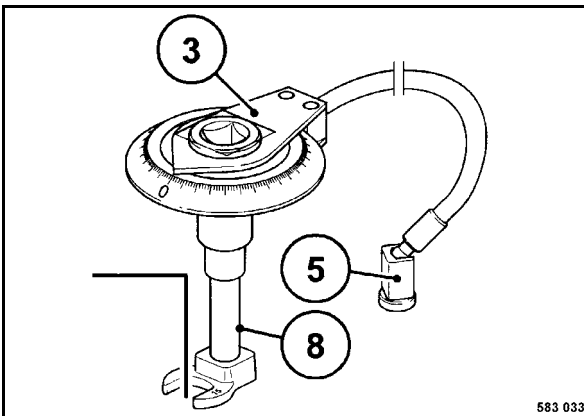
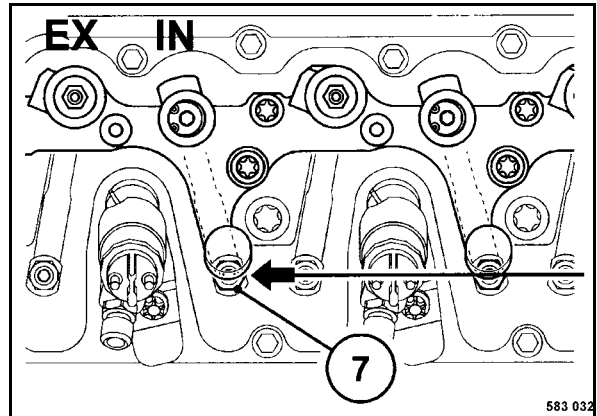

fig. 145
fig. 146
Placer le disque d'angle de serrage 3 (fig. 145) avec embout polygonal à tuyauter (8) sur la vis de réglage 7 (fig. 146) à la soupape d'admission.
Fixer l'aimant 5 (fig. 145) sur le disque.
Tourner le disque 3 (fig. 145) jusqu'en butée dans le sens des aiguilles de montre (culbuteur sans jeu) et mettre le cadran à zéro.
Tourner le disque 3 (fig. 145) dans le sens contraire des aiguilles de montre jusqu'à l'angle prescrit (90°).